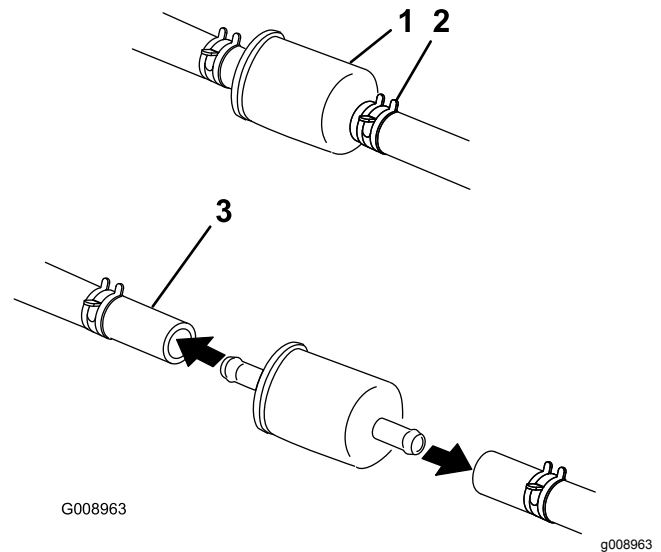

Figura 69
5. Substitua o filtro de combustível (Figura 69).